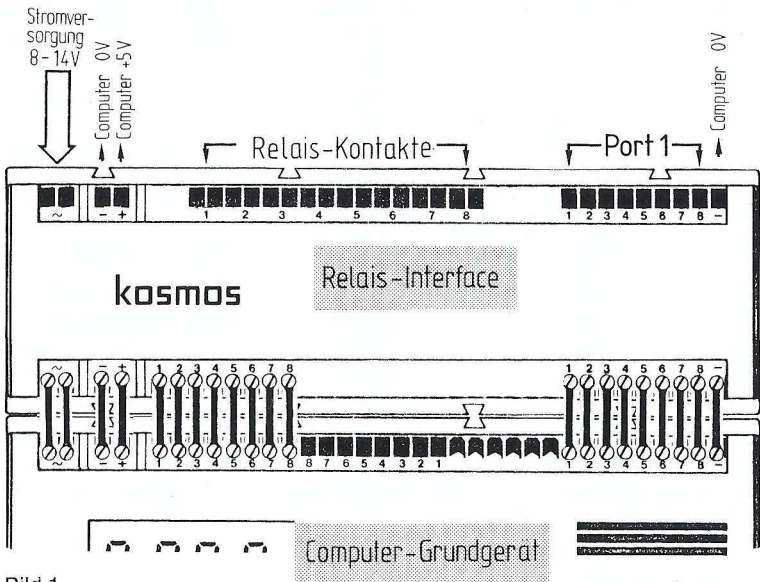

Bild 1
3. Die in Abb. 1 eingezeichneten 21 Kontaktbügel werden am Computer (bzw. an der Speichererweiterung) festgeschraubt.